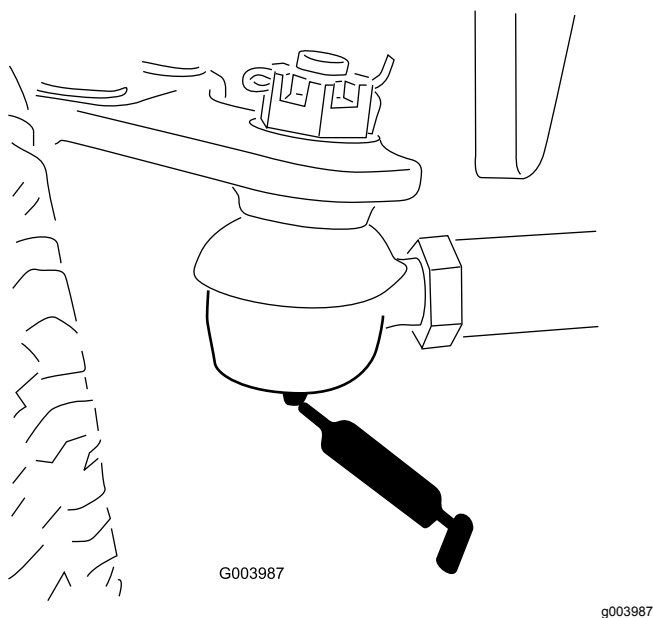

**Figura 79**
- Eje pivotante del brazo de elevación (1 en cada) (Figura 79)